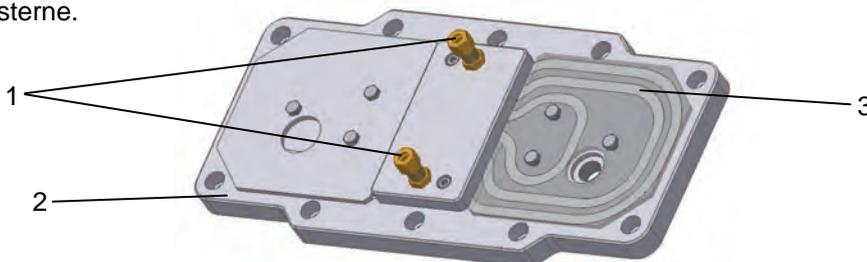

Figura 3-16: coperchio di raffreddamento
La serpentina di raffreddamento è inserita all'interno del coperchio di chiusura del riduttore (vedere pos. 2 figura 3-16). Per l'ingresso e l'uscita del liquido refrigerante sono presenti dei bocchettoni a vite sul coperchio stesso (vedere pos. 1 figura 3-16), secondo lo standard DIN 2353, per la connessione di un tubo di diametro esterno di 10 mm. **Prima del montaggio rimuovere i tappi dai bocchettoni filettati e pulire la serpentina di raffreddamento per impedire che eventuale sporco finisca nel circuito di raffreddamento.** I bocchettoni filettati devono essere collegati al circuito di raffreddamento che deve essere realizzato dall'utilizzatore. È possibile impostare a piacere la direzione del flusso del refrigerante.
E' necessario verificare che la filettatura dei bocchettoni non sia danneggiata durante e dopo il montaggio perché potrebbe rovinare la serpentina di raffreddamento (vedere pos. 3 figura 3-16). È necessario accertarsi che sulla serpentina di raffreddamento non agiscano forze esterne.